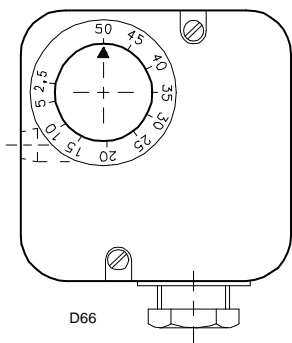

Fig. 22
- Regular el presostato gas de máxima al final de la escala (Fig. 22).